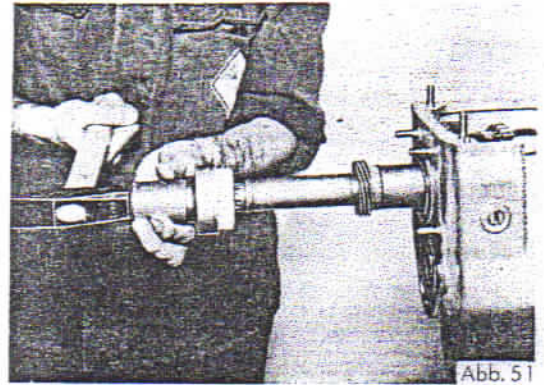

Abb. 51
44. Kugellager für Tachometergehäuse auf Hauptwelle auftreiben. (Passendes Rohrstück verwenden.) (Abb. 51).